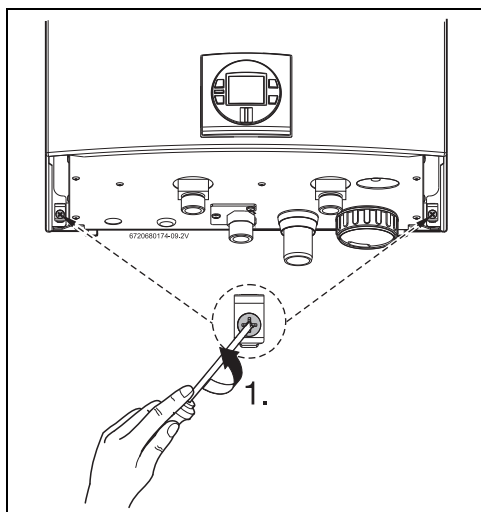

Fig. 20 Retirar los dos tornillos
- ▶ Aflojar los dos tornillos ubicados en la parte posterior del aparato (Fig. 20 ).
- ▶ Retirar la parte delantera del aparato, consultar (Fig. 20 y 21).